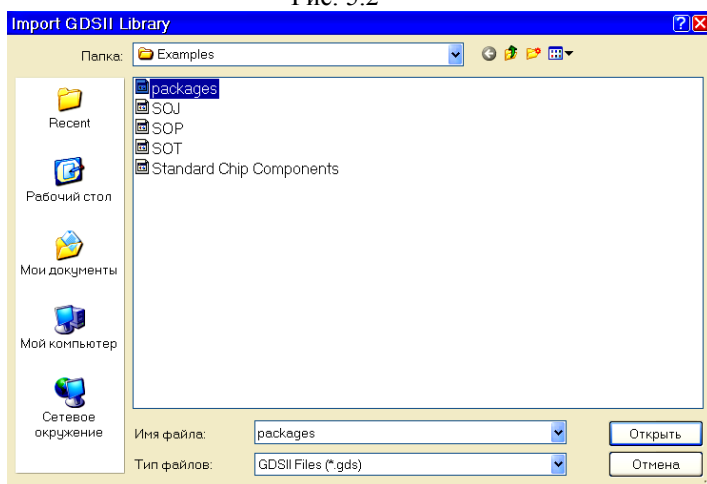

Рис. 5.3
1. Правой кнопкой мышки щёлкните по **Cell Libraries** (Библиотеки элементов) в менеджере топологии и выберите **Import GDSII Library** (Импортировать библиотеку GDSII). Откроется диалоговое окно **Import GDSII Library** (рис. 5.3).